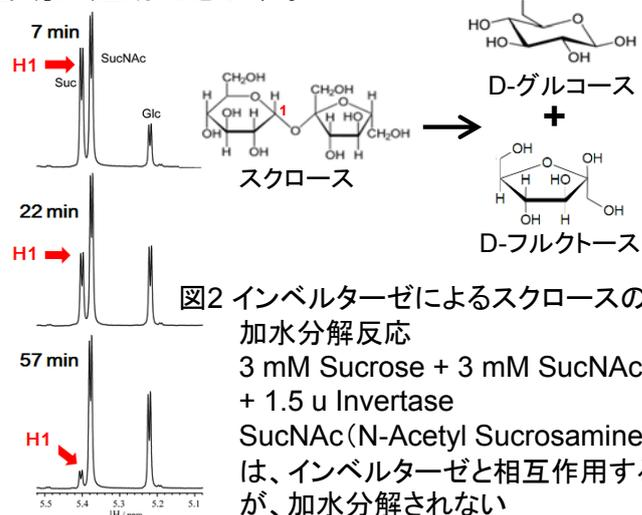

図2 インベルターゼによるスクロースの加水分解反応
- ▶ インベルターゼ(β-Fructofuranosidase)によるスクロースの加水分解反応の経時変化を図2に示します。スクロースとインベルターゼの相互作用を利用して、スクロースのH1シグナルの強度変化を観ることで、加水分解反応の進行を容易に追跡できます。